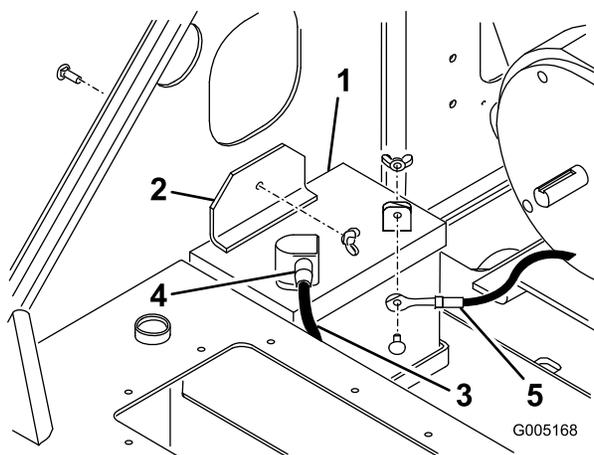

Figure 28
3. Enlevez l'écrou à oreilles et le boulon qui fixent la fixation de la batterie et la barrette (sous la fixation), et déposez la fixation et la barrette (Figure 28).
8. Placez la batterie dans le châssis (Figure 28).
9. Fixez la batterie dans le châssis (Figure 28).
10. Connectez le câble positif (rouge) à la borne positive (+) de la batterie à l'aide du boulon et de l'écrou à oreilles fournis avec la batterie (Figure 28). Glissez le capuchon en caoutchouc sur la borne de la batterie.
11. Connectez le câble négatif (noir) à la borne négative (-) de la batterie à l'aide du boulon et de l'écrou papillon fournis avec la batterie (Figure 28).